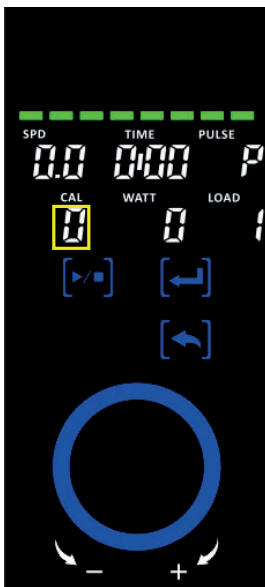

Abb. 7
- + Kalorien (CALORIES) (Abb. 7)